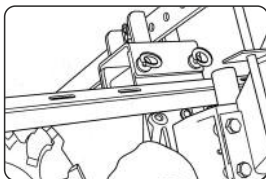
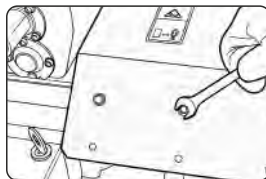

Рис. 14
Рис. 15
- Установите и выровняйте защитные крылья (широкие), зафиксируйте болтами М6 х 16 и гайками М6 (рис. 15). Затяните болты крепления кронштейна крыльев (рис. 14).